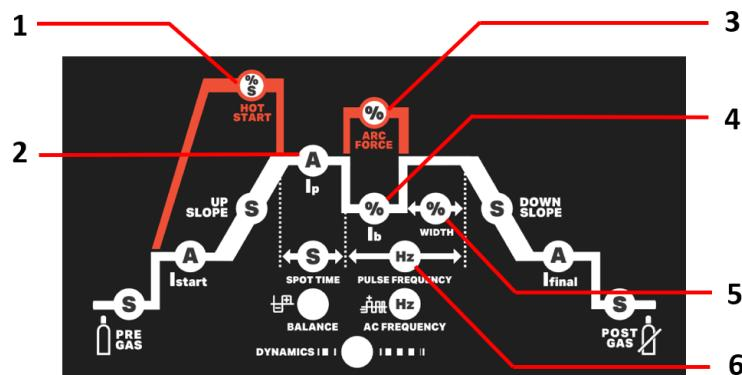

Fig. 2 – Parâmetros MMA
Para TP 324-504 ACDC (Ver os itens na Fig. 2)
- Ajustar o valor de corrente ao diâmetro do elétrodo e a espessura da chapa a soldar (Fig.2 - 2), de acordo com a seguinte tabela, para regular as máquinas de acordo com o elétrodo a utilizar e iniciar a soldadura